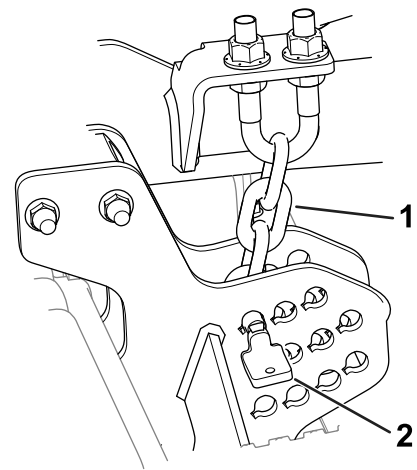

Bild 18
2. Entfernen Sie die Schnitthöhenstifte (Bild 18) von den Seitenplatten des Mähwerks.